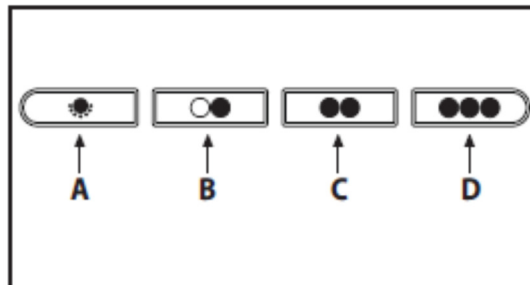

Fig.13
- **Comandos mecânicos (Fig.13): a simbologia é indicada a seguir:**